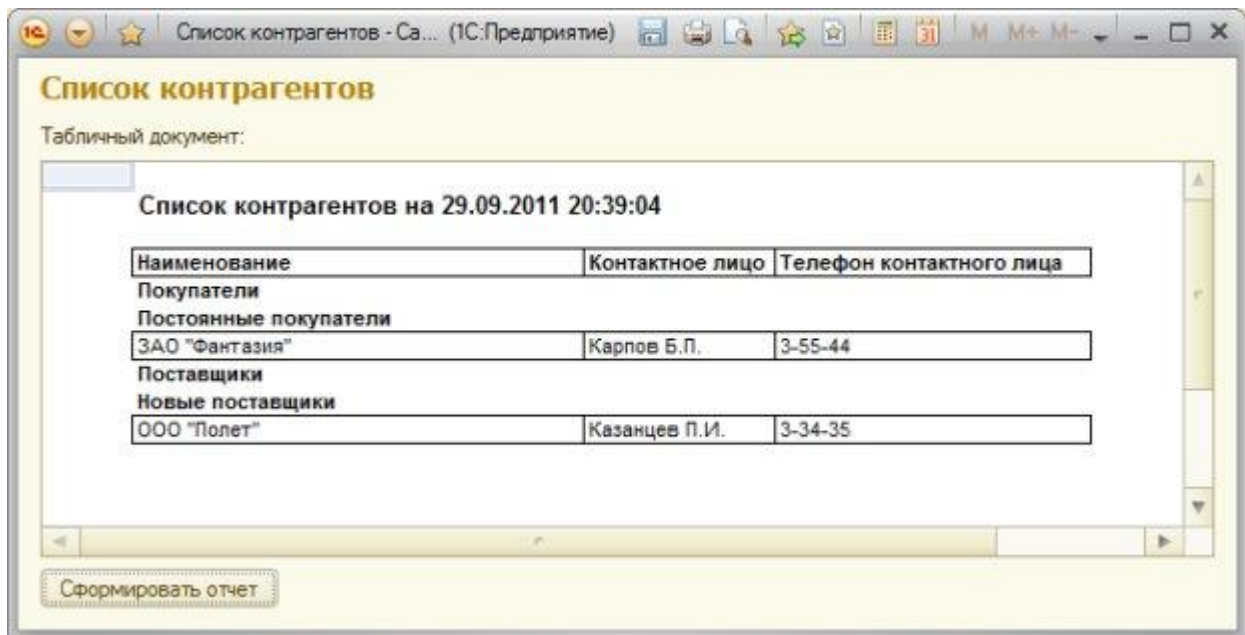

Рисунок 9.7- Готовый отчет
15. Реализуем метод в виде функции. Готовый код формирования отчета (Рисунок 9.7) будет выглядеть следующим образом: